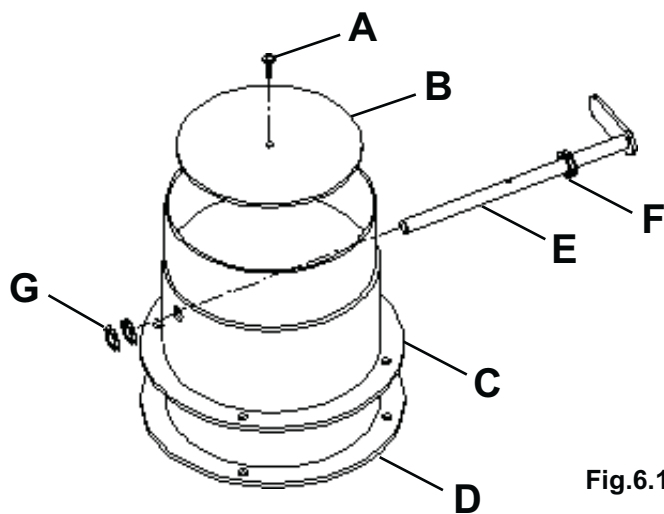

Fig.6.1
Placer la grille de contention à l'intérieur de la bouche à feu, en l'insérant à l'aide des fentes spéciales placées sur le fond de la base (Fig. 6.1).
Colocar la parrilla de retenida en el interior de la boca de fuego, introduciéndola en los agujeros expresos situados en el fondo de la base (Fig. 6.1).
- Placer la régulation de l'air primaire sur la position entièrement ouverte. (Fig. 6.1).
- Colocar la regulación del aire primario en posición "toda abierta" (Fig. 6.1).